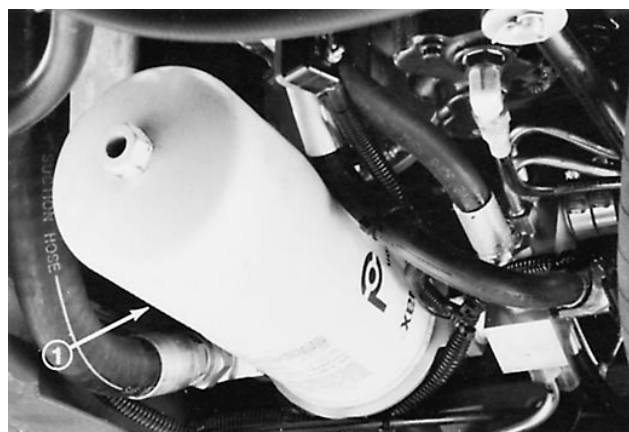

Figure 46
1. Vérifier le niveau de liquide hydraulique chaque jour sur le viseur transparent (Fig. 46). Lorsque la machine se trouve sur une surface horizontale, le niveau doit atteindre le milieu du viseur lorsque l'huile est chaude et s'arrêter juste en dessous lorsque l'huile est froide.
1. Placer un bac de vidange sous le filtre et déposer le filtre (Fig. 46).